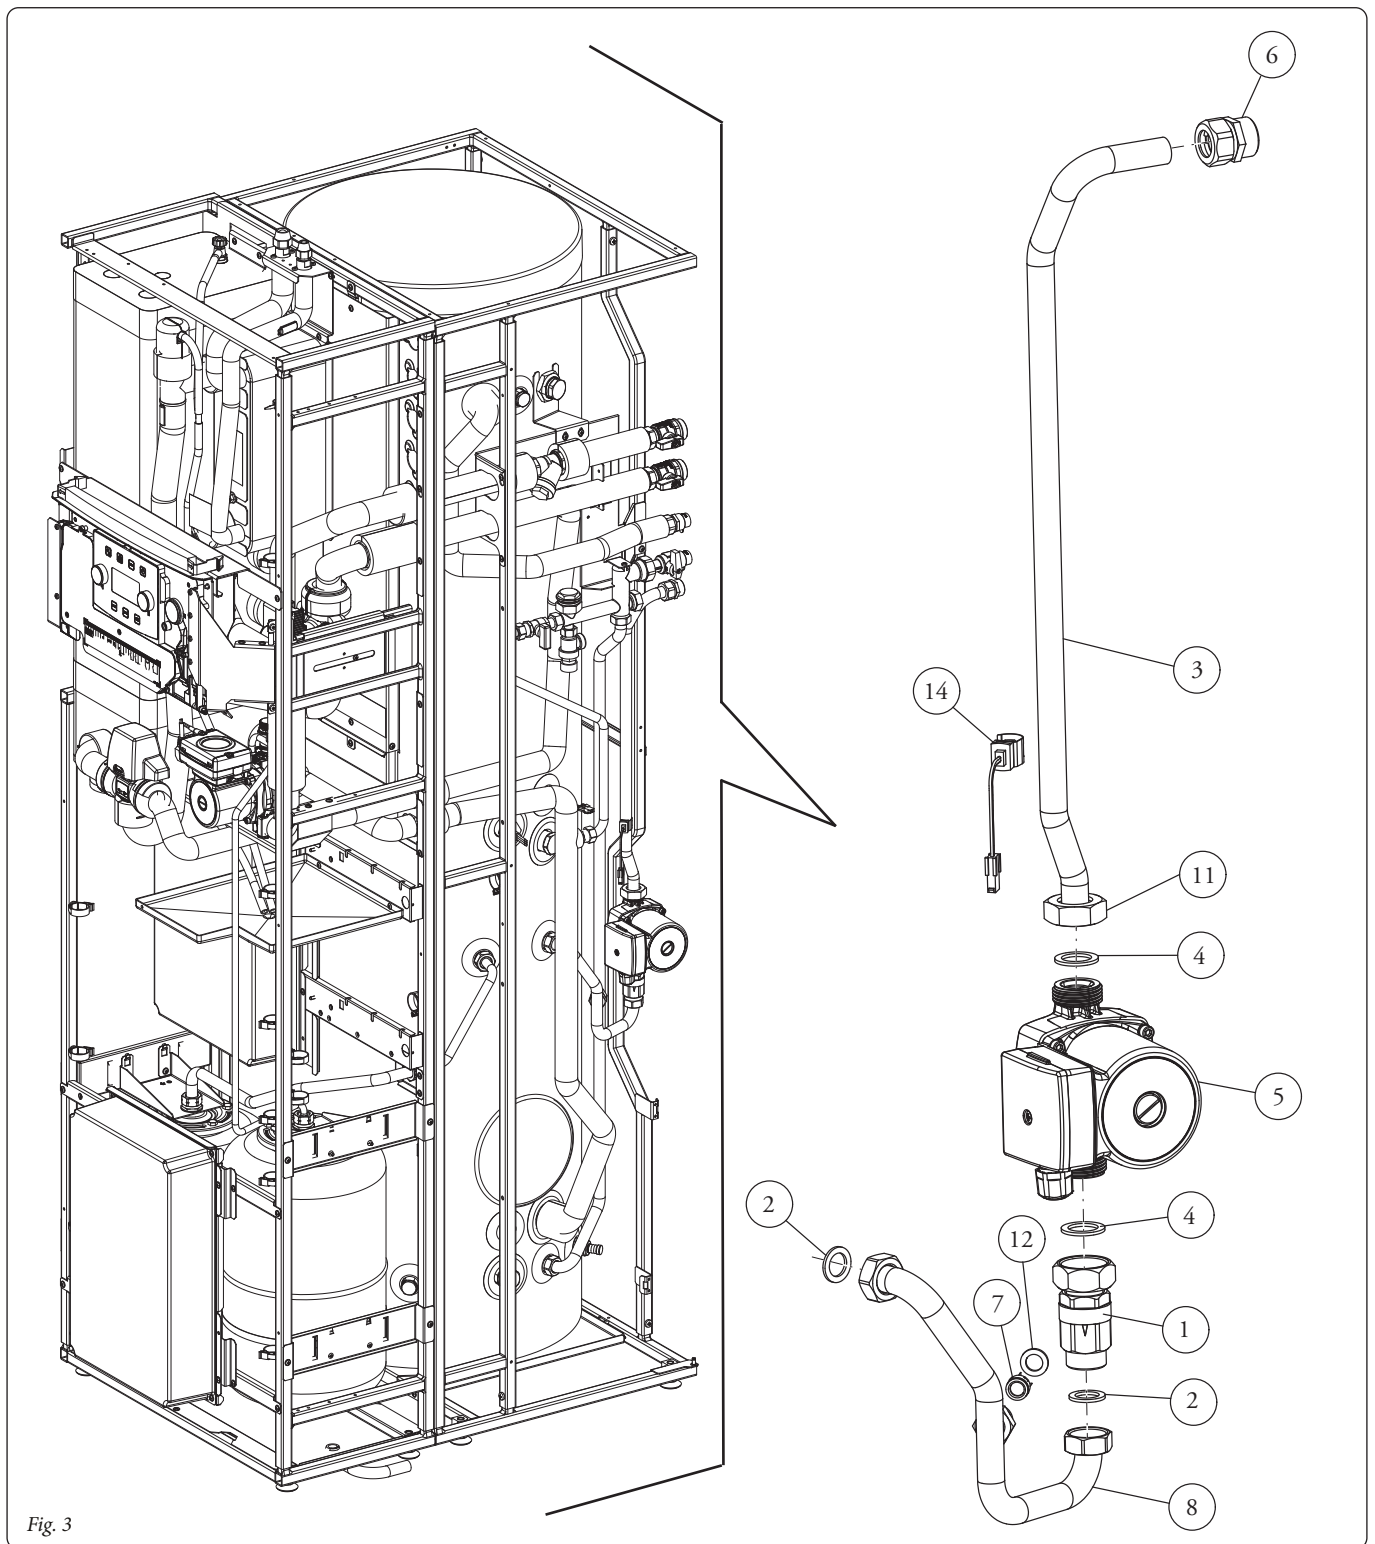

Fig. 3
- Effettuare il collegamento del kit come rappresentato in Fig.3
- Connect the kit as shown in the Fig. 3